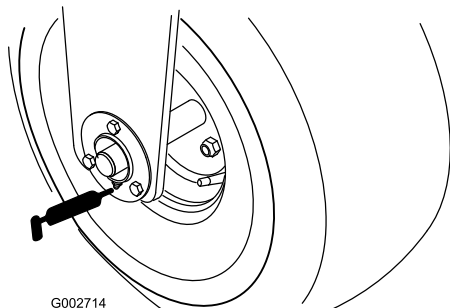

Рисунок 20
- Подшипник переднего колеса (1 шт.) (Рисунок 20)